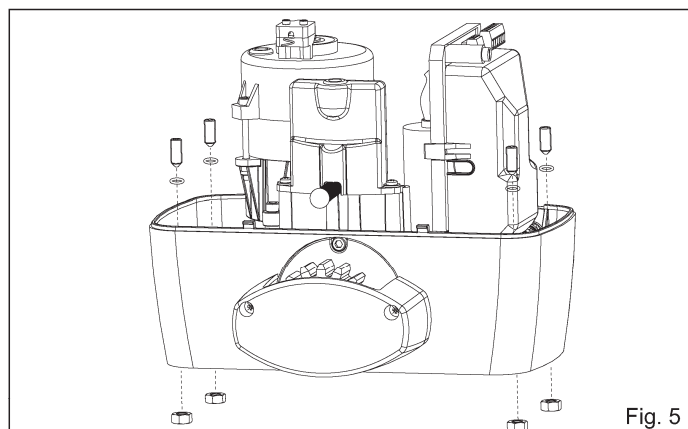

Fig. 5
4.1. 将4粒高度调整螺丝和螺母按(图5)安装在电机上特制的孔中。